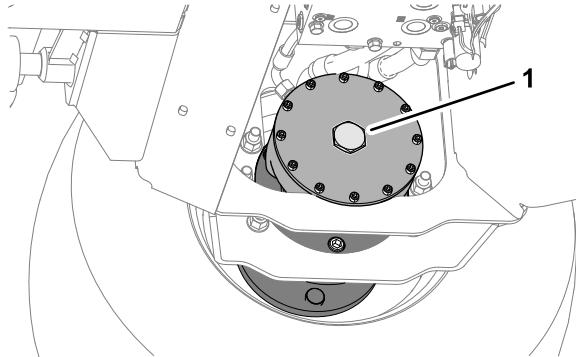

Bild 36
6. Entfernen Sie an der Scheibenbremse des rechten Vorderradmotors die Sechskantschraube (Bild 36).